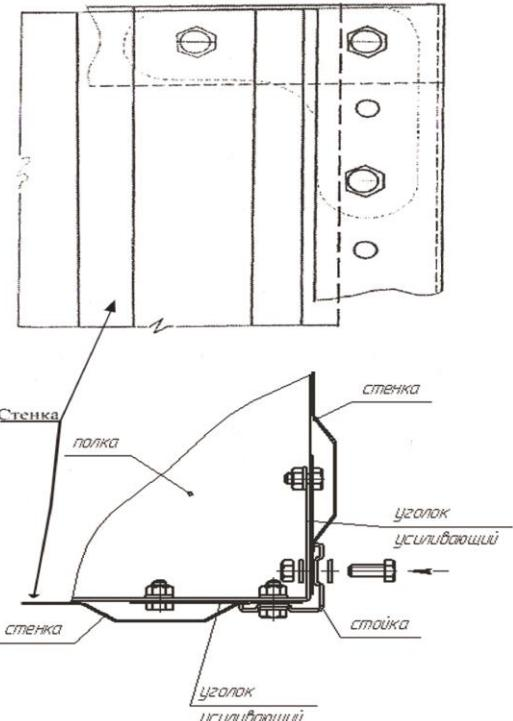

рис. 7
Необходимо обратить внимание на то, что в тех местах, где установка болта производится через отверстия в стойке, под головку болта ставится дополнительная шайба (рис.7).
9. В случае комплектования стеллажа задней и боковыми стенками собранные предварительно стенки (рис.6) устанавливаются в зазоры между стойками и уголками усиления при ослабленных болтовых соединениях на них (рис.7). После установки стенок болтовые соединения затягиваются.